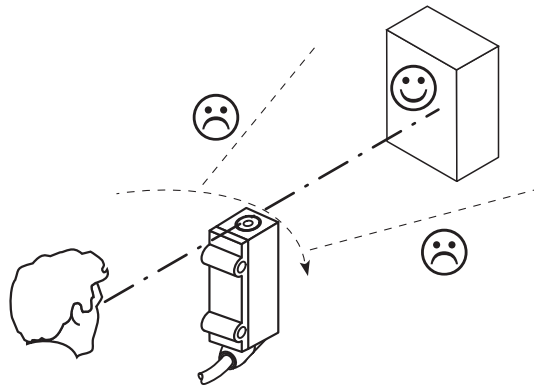

Figura 30: Orientazione del sensore
- ① Distanza di lavoro su bianco, 90% di coefficiente di riflessione
- ② Oggetto con il 6% ... 90% di remissione (riferito al bianco standard DIN 5033)
3. Scegliere la posizione in modo tale che la luce infrarossa (non visibile) colpisca il centro dell'oggetto. L'orientazione corretta può essere rilevata solo tramite l'indicatore LED (oggetto riconosciuto, l'indicatore LED giallo si illumina) o con l'aiuto di una carta del convertitore a infrarossi (vedi il programma accessori di SICK). v. figura 30, pagina 90